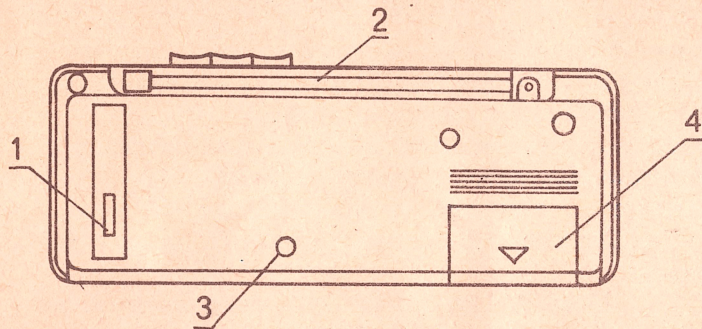

Рис. 2. Вид радиоприёмника "Вега РП-240" сзади
4.4. Расположение и назначение органов управления радиоприемника, гнезд и розеток для внешних соединений показано на рис. 1 и рис. 2.
5.1. Установите элементы питания в батарейный отсек, для чего откройте крышку батарейного отсека (поз. 4 рис. 2), потянув её с усилием в направлении, указанном стрелками на крышке.
5.2. Вращая ручку ГРОМКОСТЬ (поз. I рис. 2) вверх, включите радиоприёмник и установите ручку в среднее положение.
предварительно необходимо поставить вертикально и выдвинуть на всю длину телескопическую антенну (поз. 2 рис. 2). Поворачивая радиоприёмник вокруг вертикальной оси при работе с диапазонами ДВ и СВ или изменяя наклон телескопической антенны при работе с диапазоном УКВ, добейтесь наилучшего приёма при наименьших помехах.